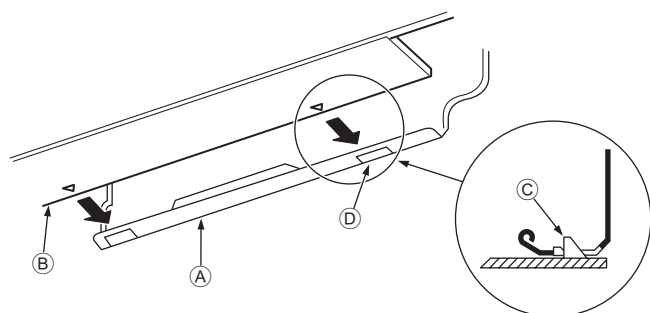

Fig. 3-10
- Al introducir las tuberías de refrigerante y la manguera de drenaje en el orificio de penetración en la pared (manguito de penetración), cuelgue la parte superior de la unidad interior en la placa de montaje ①.
- Fije la unidad en la placa de montaje ① empujando la parte inferior de la unidad. (Fig. 3-10)
* Asegúrese de que los tiradores de la parte inferior de la unidad interior estén bien enganchados en la placa de montaje ①.
① Placa de montaje
② Unidad interior
③ Gancho
④ Orificio cuadrado